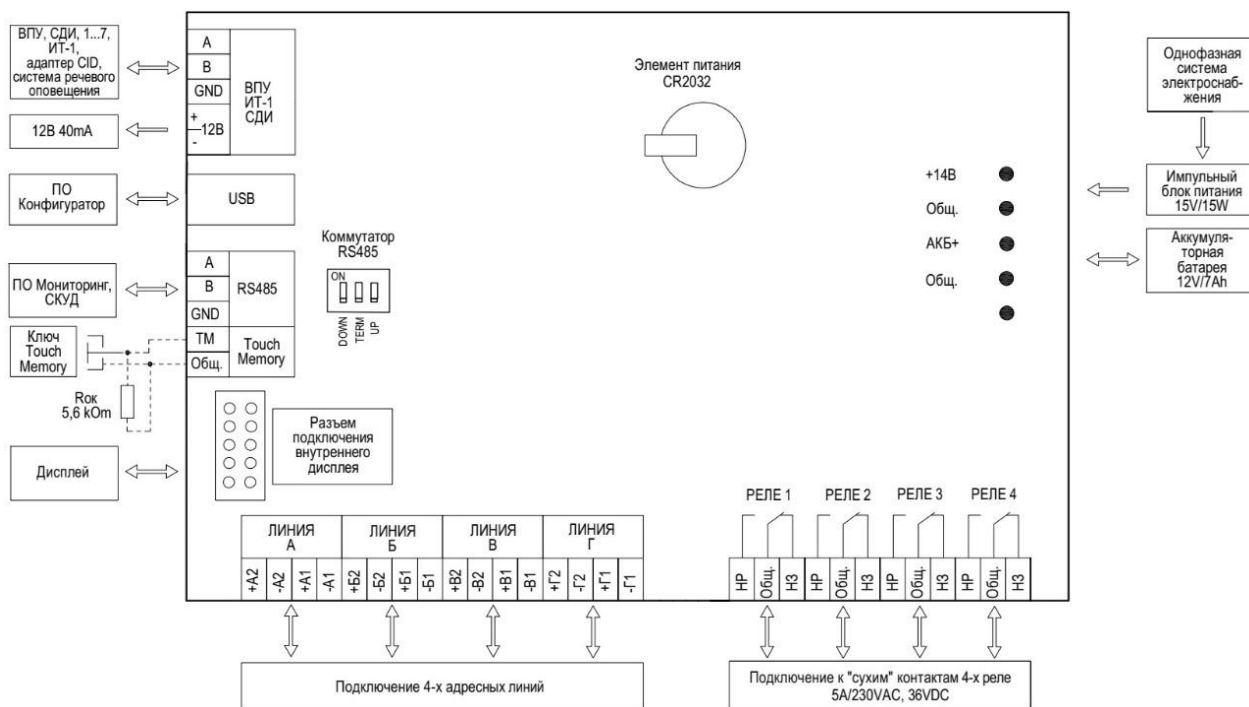

Рис. 3. Расположение клемм подключения на системной плате ППКПиУ.
3.1.4. Расположение клемм на системной плате и их назначение показано на рис.3 и 4. Выходы реле программируются для передачи сообщений на ПЦН: "Неисправность", "Тревога", "Внимание", "Пожар" или других сообщений.